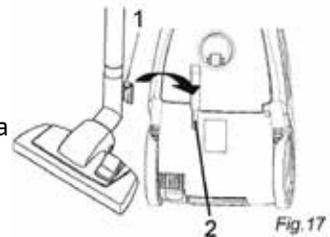

Fig.17
- Vid förvaring av dammsugaren kan du haka fast kroken för parkering/förvaring (bild 17/1) i förvaringshållaren (bild 17/2) på enhetens undersida.